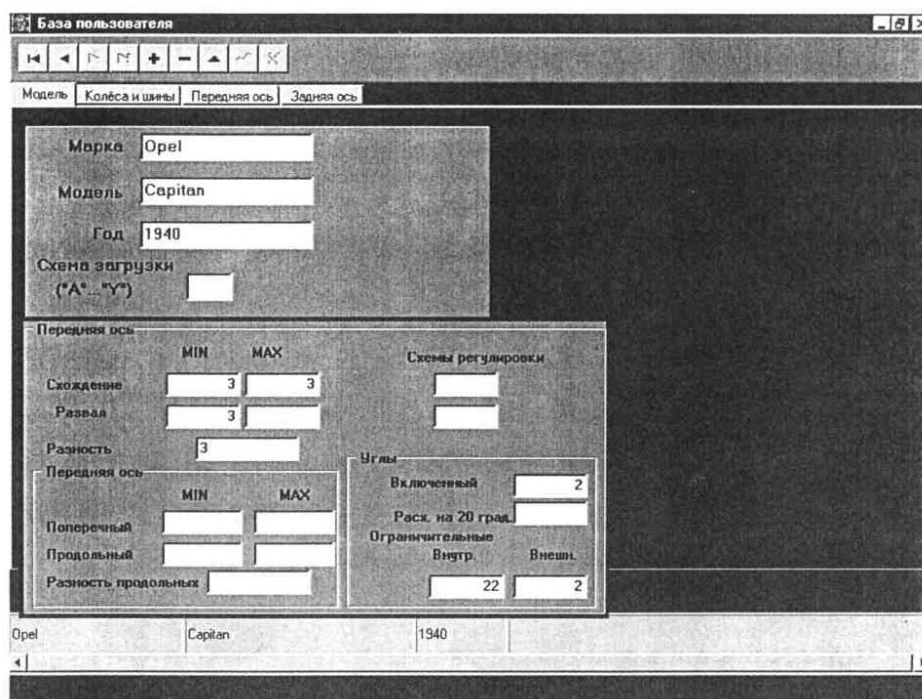

Рисунок 6.7 – База пользователя
Откроется окно (рисунок 6.7). Щелкните мышью по клавише «+» (новая запись). После этого вводите в соответствующие строки марку, модель, год выпуска автомобиля и какие у Вас есть данные по схеме его загрузки («А»—«У»),
6.2.15 Если Вы хотите вывести справочную информацию на экран, необходимо щелкнуть левой кнопкой мыши по соответствующей кнопке на экране (см. рисунок 6.7).